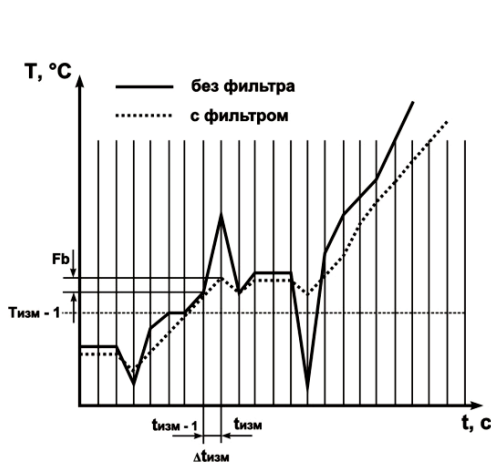

Рисунок 3.5
3.2.4.1 Полоса цифрового фильтра позволяет защитить измерительный тракт от единичных помех и задается в градусах Цельсия ($^{\circ}C$). Если измеренное значение $T_{изм}$ отличается от предыдущего $T_{изм-1}$ на величину, большую, чем значение параметра F_b , то прибор присваивает ему значение, равное $(T_{изм} + F_b)$ (рисунок 3.5). Таким образом, характеристика сглаживается.